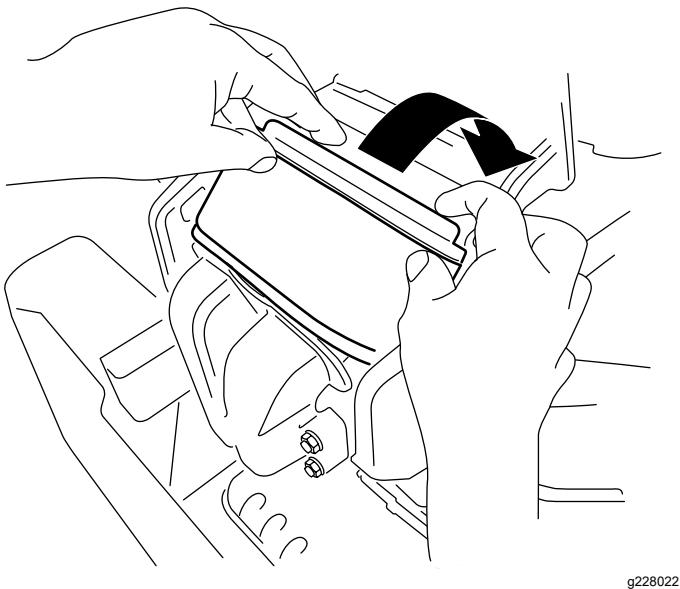

Figura 47
3. Introduzca el filtro en la cámara, girándolo para asentarlo correctamente contra el colector (Figura 47).